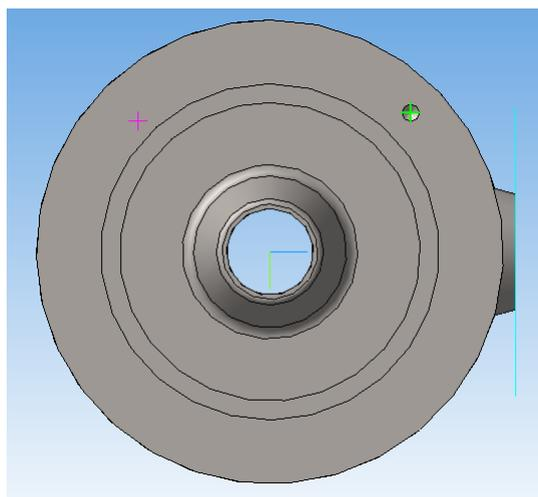

Рис. 17. Отверстие, полученное с помощью библиотеки
16. Привяжите центр отверстия к пересечению вспомогательной прямой, проведенной под углом, и окружности. Выйдите из режима редактирования эскиза. На экране отобразится созданное отверстие (рис. 17).